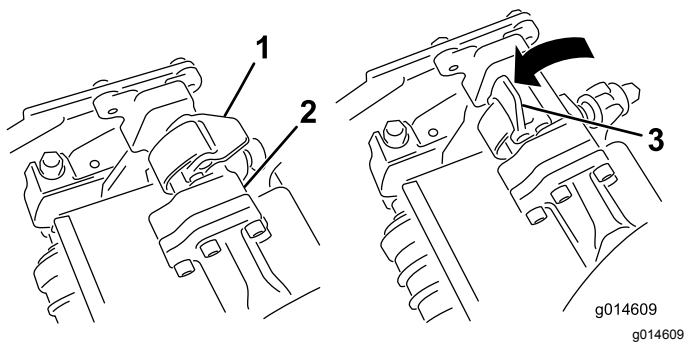
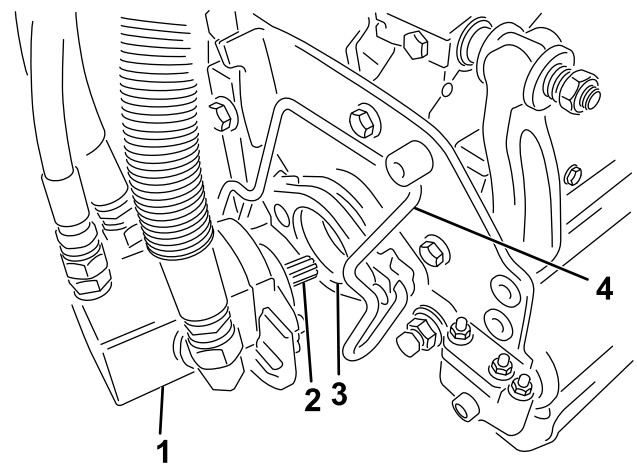

Figura 43
Figura 44
3. Com os fechos na barra do braço de suspensão a apontar para cima (i.e. abertos) (Figura 43), empurre o braço de suspensão para baixo de forma a que a barra passe pela barra através da parte superior da unidade de corte (Figura 44).
4. Feche os fechos para baixo e em redor da barra da unidade de corte e bloqueie-os no sítio (Figura 43).
4. Abra os fechos na barra do braço de suspensão da unidade de corte que está a remover (Figura 43).